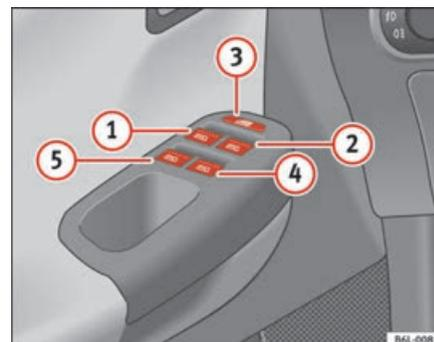

Fig. 52 Détail de la porte du conducteur : commandes d'ouverture et de fermeture des glaces avant et arrière
Les touches ⇒ page 89, fig. 52 ① et ② disposent de deux positions pour l'ouverture des vitres et de deux autres pour leur fermeture. Il est ainsi plus simple de contrôler les processus d'ouverture et de fermeture.